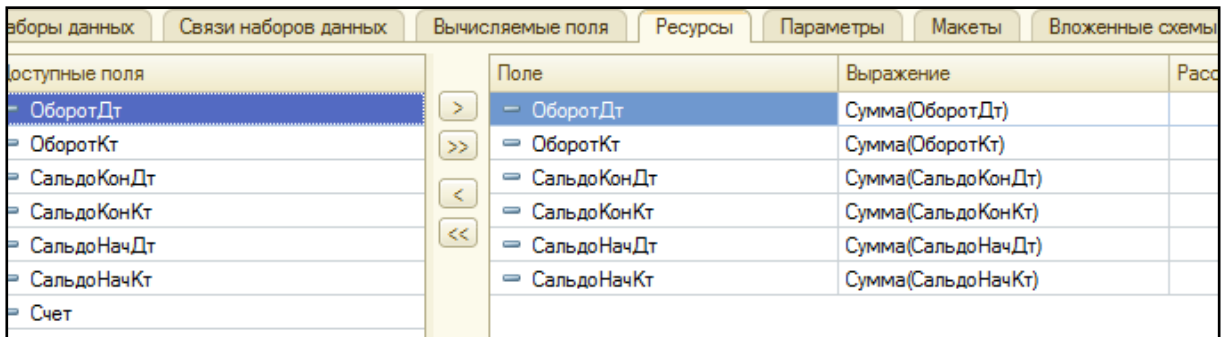

Рис. 83. Конструктор отчета
7. Закладку Ресурсы отредактировать по рис. 83.